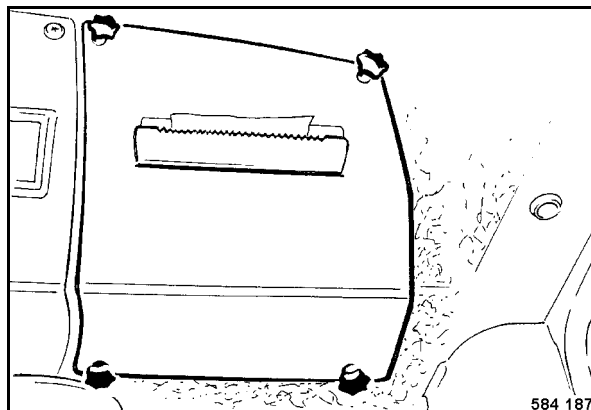

fig. 84
- Dévisser les poignées en étoile (fig. 84) et retirer le cache.